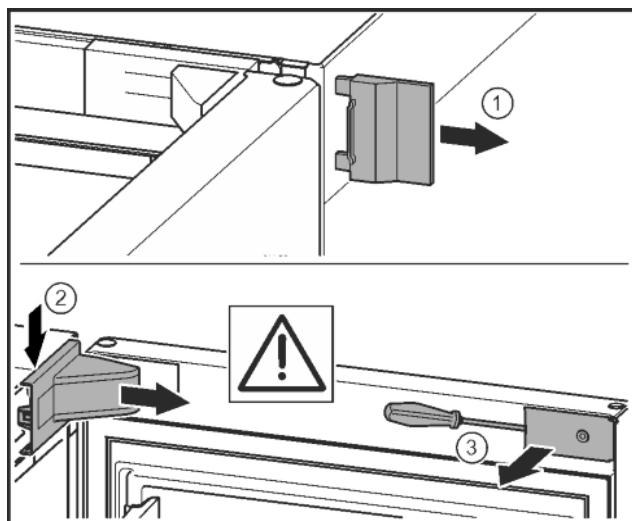

Fig. 7
- Свалете външния капак. Fig. 7(1)
- Освободете и развойте капака на лагерната стойка. Свалете капака на лагерната стойка. Fig. 7(2)
- Освободете капачката с плоска отвертка и я завъртете настани. Fig. 7(3)